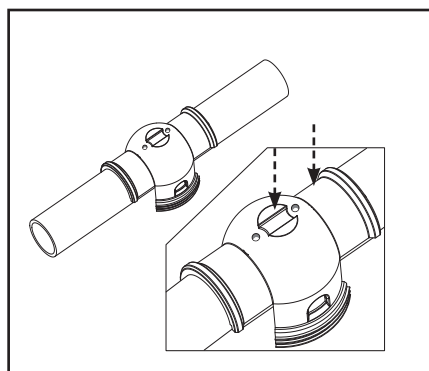

Figura 7. Marcado de tubos para la perforación de agujeros
6. Invertir la abrazadera inferior y colóquela en el tubo. Marque el tubo para perforación de los agujeros alimentadores (ver Figura 7).